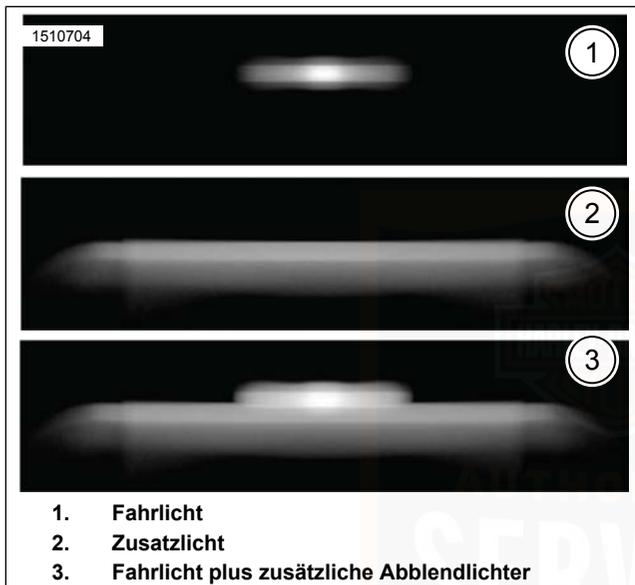

Abbildung 85. Zusatz-/Nebelscheinwerfermuster
2. Siehe Abbildung 85. Die Zusatzleuchtausrichtung prüfen.